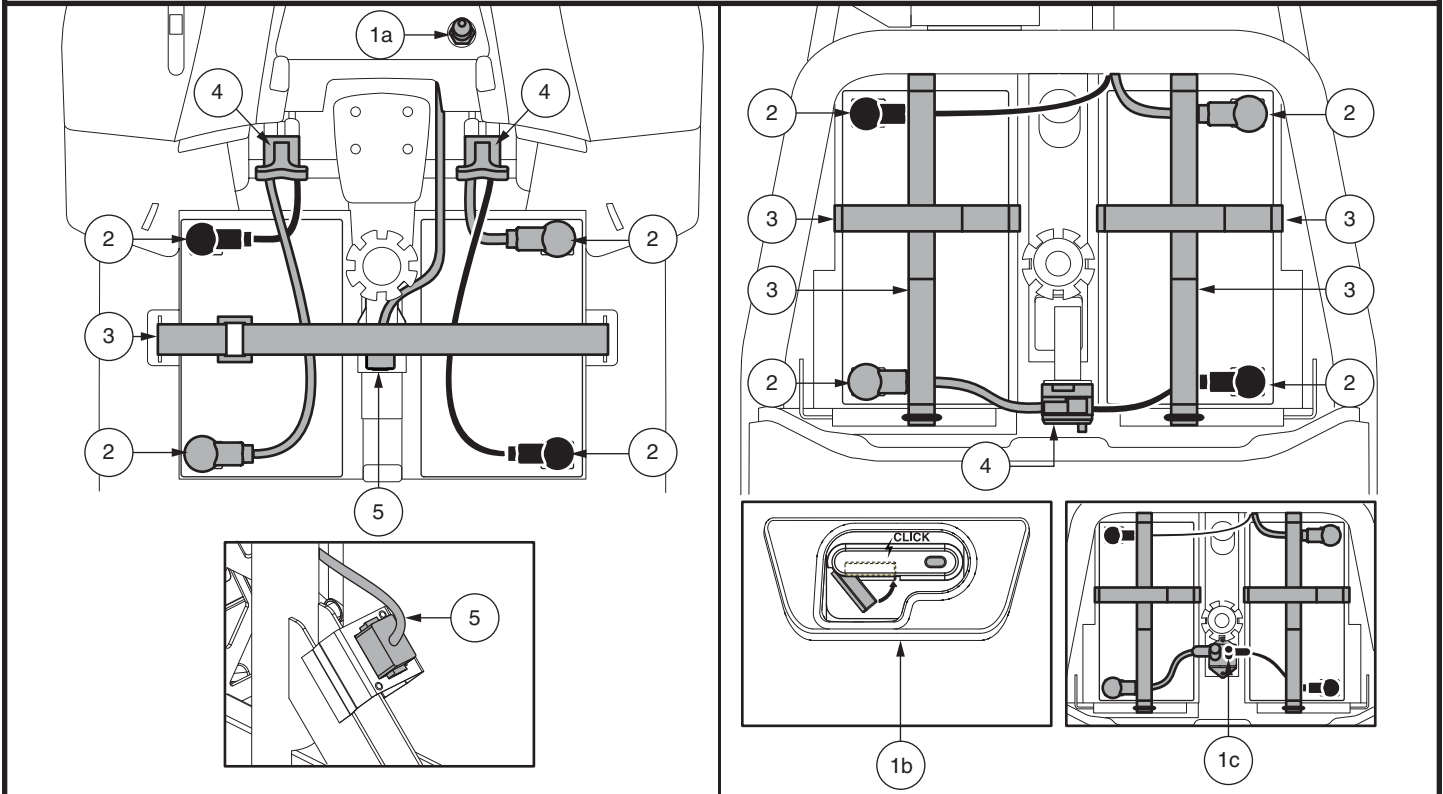

Figure 14. Enlèvement/installation des batteries et connexions
3. Pour toute les modèles SAUF 614 et 714, débrancher le faisceau d'avant en arrière. Débrancher les deux câbles de la batterie en retirant chaque faisceau de sa fiche de connexion. Voir la figure 14.
- Placez une nouvelle batterie dans chaque puits en prenant soins d'alignez les bornes de la batteries droite près du mât de siège et les bornes de la batterie de gauche loin du mât avec les bornes positive (+) et négative (-) de la batterie positionnées comme indiqué sur la **figure 14.**